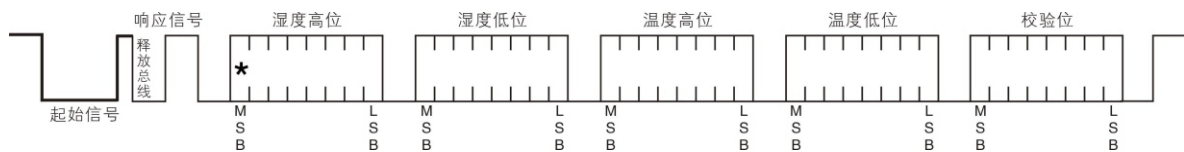

图 6：AM2105 单总线通信协议
SDA 用于微处理器与 AM2105 之间的通讯和同步，采用单总线数据格式，一次传送 40 位数据，高位先出。具体通信时序如图 6 所示，通信格式说明见表 5。
**注：**为了保证传感器的准确通讯，用户在读取信号时，请严格按照表 6 和图 6 中的参数和时序进行设计